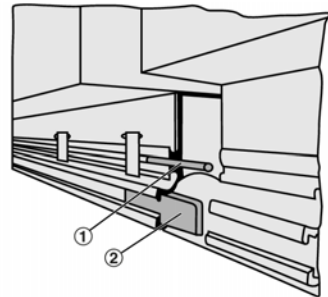

Abb. 3: Verbindung von Schlitzdurchlässen
3. ▶ Bei Bandverlegung der Schlitzdurchlässe wird das Fluchten der Frontschienen durch Einsetzen der mitgelieferten Kupplungsstifte (Abb. 3/1) bzw. Führungslaschen (Abb. 3/2) erreicht (bei VSD15 nur Kupplungsstifte).